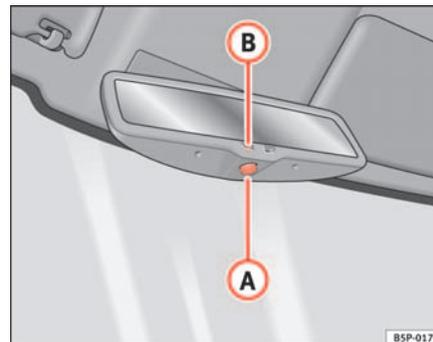

Fig. 90 Rétroviseur intérieur avec réglage automatique de position anti-éblouissement. ▶
- Appuyez sur la touche **A** ⇒ page 127, fig. 90. Le témoin **B** s'éteint.
- Appuyez sur la touche **A** ⇒ page 127, fig. 90. Le témoin s'allume.